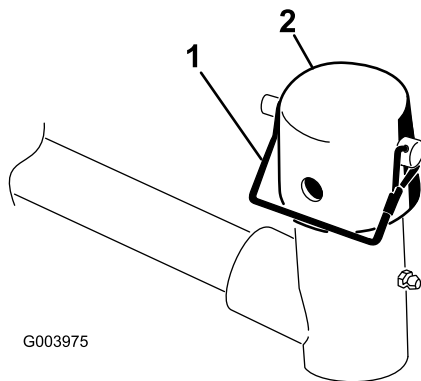

Bild 9
7. Nehmen Sie den Einraststift und die Kappe vom Gelenkjoch des Hubarms ab (**Bild 9**).
11. Befestigen Sie die Kappe und die Trägerrahmenwelle mit dem Einraststift am Hubarmjoch (Bild 9).